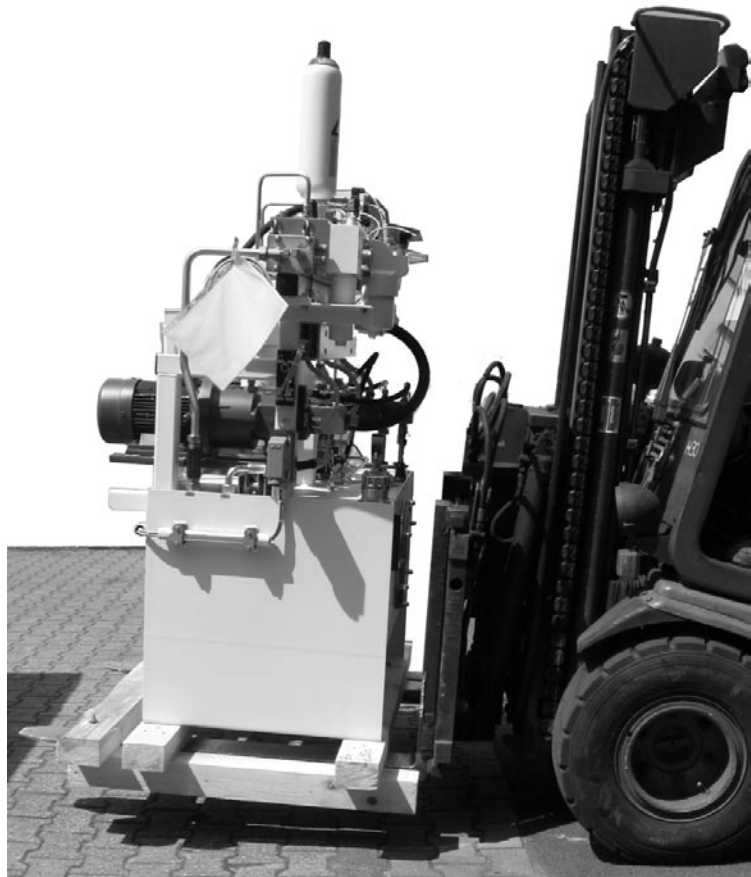

Abb. 4: Transport mit Gabelstapler
- ▶ Stellen Sie sicher, dass die aufgebauten Bauteile des Hydraulikaggregats beim Transport nicht mit den Anschlagmitteln bzw. den Hebezeugen in Berührung kommen (siehe Abb. 4).